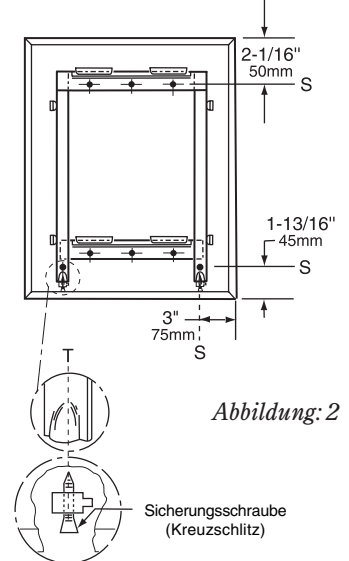

Abbildung: 2
**Rahmen** — Edelstahl CR 17 (1.4016), 13 x 13 x 9,5 mm Kanal mit 6-mm-Versteifung auf der Rückseite, hochglanzpoliert. Einteiliger Rahmen mit 90-Grad-Ecken mit Gehrungskanten. Die Rückwand aus verzinktem Stahl ist mit integrierten horizontalen Aufhängevorrichtungen in der Nähe der Oberseite zur Aufhängung des Spiegels und an der Unterseite versehen, die verhindern, dass der Spiegel unten von der Wand absteht. Sperrvorrichtungen sichern den Spiegel an einer verdeckten Wandaufhängung. Im Sicherungsschrauben-Design (siehe Abb. 2) befestigen verdeckte Kreuzschlitz-Sicherungsschrauben den Spiegel fest an der Wandaufhängung.